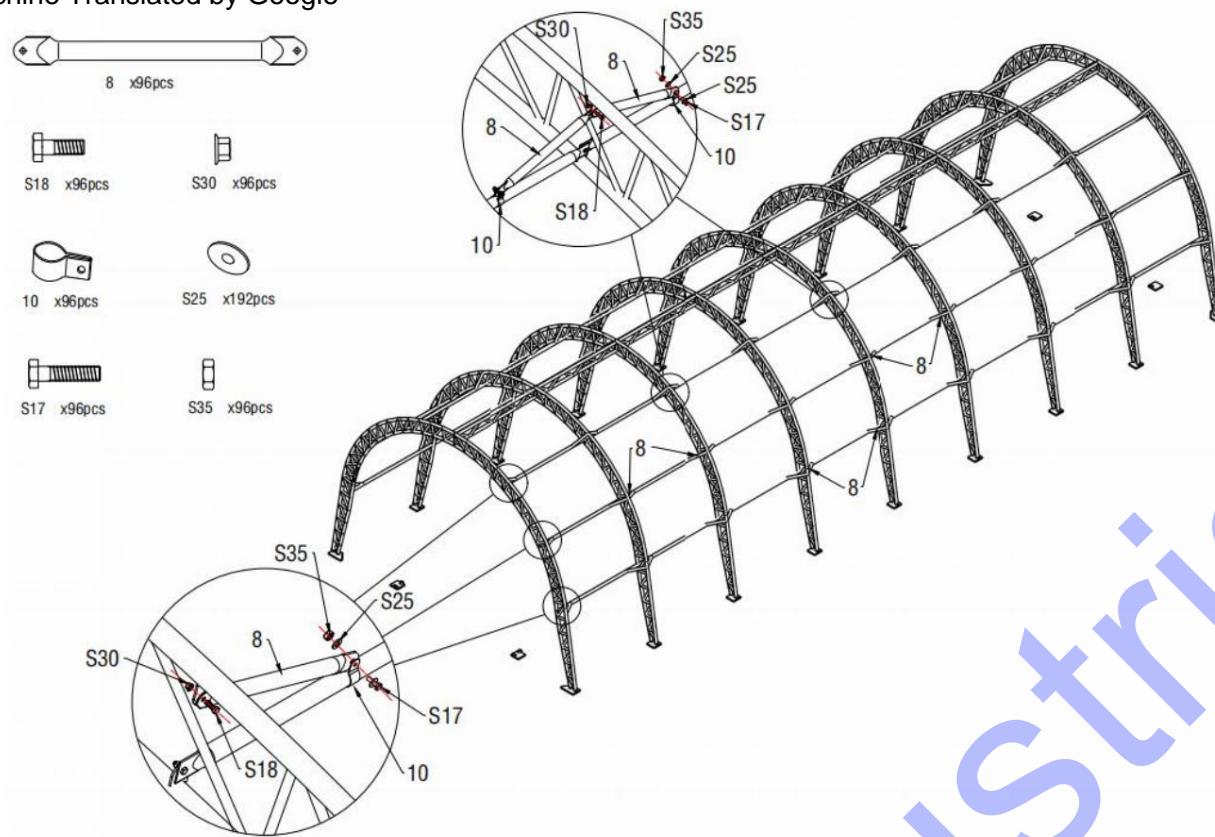

Figure 9
3. Comme le montre la figure 9, utilisez la sangle de support entre l'arche (n° 5) pour connecter le toit supérieur tube (n° 1) avec un boulon hexagonal 10 x 30 mm (n° S18). Placez ensuite la protection en PVC sur le tube. extérieur de la connexion de l'arche pour protéger la couverture du toit des rayures causées par le joint extérieur. Assemblez le reste de l'autre groupe d'arcs à double ferme comme ceci.
5. Fixez les clips (n° 10) sur les pannes (n° 7) et installez le tube de support diagonal pour panne (n° 8) sur les clips, comme illustré à la figure 9. Connectez le tube de support diagonal pour panne (n° 8) entre le cadre de l'arche et la panne (n° 7) à l'aide de vis M10x30 (n° S18) et M10x50 (n° S17) avec une rondelle plate M10 (n° S25).